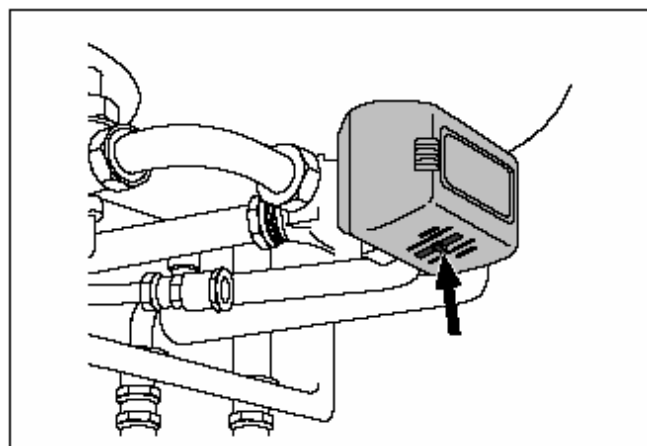

Рис. 14 Механический переключатель трехходового клапана
- Установить механический переключатель трехходового клапана в среднее положение (рис. 14).